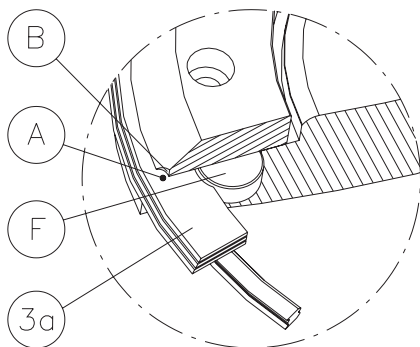
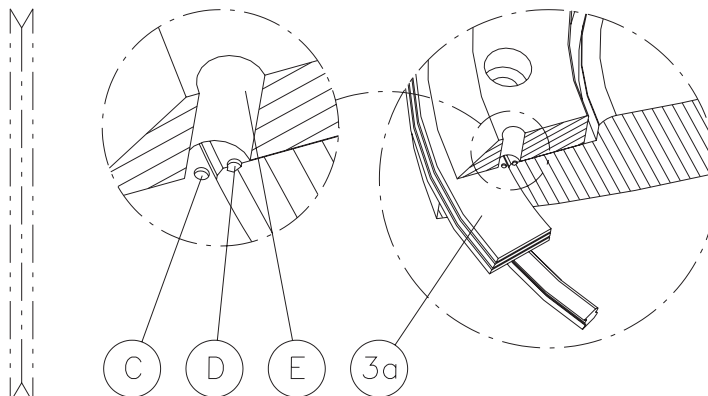

ABB. 6A
ABB. 6B
- Möglichkeit 1 - siehe Abb. 6a: Ausrichtung der innenliegenden Kerbe im Dichtring (3a) zum Referenzstift (F).
- Möglichkeit 2 - siehe Abb. 6b: Ausrichtung der Referenzmarkierung (C) auf dem Dichtring (3a) zur Referenzmarkierung (D) auf der Scheibe.
- Möglichkeit 1 - siehe Abb. 6a: es ist sicherzustellen, dass sich die Kerbe im Außenrand des Halterings (B) in Übereinstimmung mit dem Referenzstift (F) befindet.
- Möglichkeit 2 - siehe Abb. 6b: es ist sicherzustellen, dass sich die Bohrung (E) auf dem Haltering in Übereinstimmung mit den entsprechenden Markierungen auf der Scheibe (D) und dem Dichtring (C) befindet.
17. Scheibe einige Winkelgrade öffnen, anschließend alle Halteringschrauben (2c) mit einem Drehmomentschlüssel festdrehen. Wurde nach der vorgenannten Möglichkeit 1 (Abb. 6a) montiert, sind die Drehmomente entsprechend Tab. III (Seite 10) zu berücksichtigen. Wurde nach der vorgenannten Möglichkeit 2 (Abb. 6b) montiert, sind die Drehmomente entspr. Tab. II (Seite 10) zu berücksichtigen. Es wird empfohlen, die Halteringschrauben über Kreuz festzudrehen.
- **Möglichkeit 1- siehe Abb. 6a:**
- **Möglichkeit 2 - siehe Abb. 6b:**